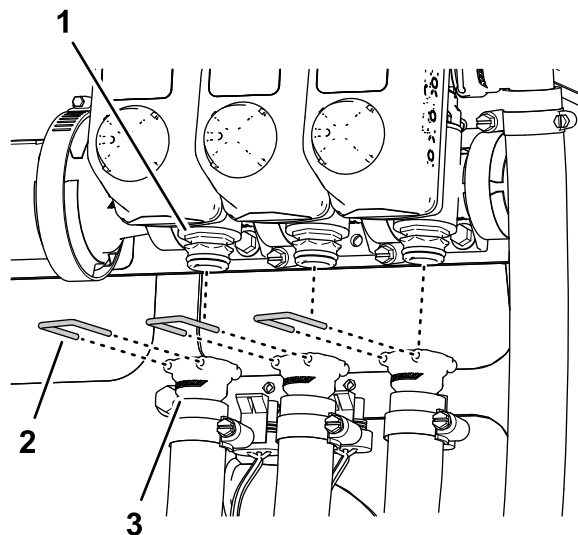

Рисунок 35
6. Снимите держатели, которые крепят быстроразъемные соединители левого, среднего и правого шлангов подачи, с быстроразъемных соединителей клапанов секций опрыскивателя (Рисунок 35).
- Отсоедините шланги подачи левой, средней и правой секций от быстроразъемных соединителей клапанов секций опрыскивателя и снимите эти шланги с машины (Рисунок 35).